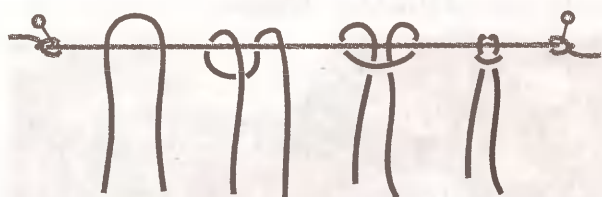

Рис. 10
**1-й способ** крепления нити (рис. 10). Сложите нить пополам, положите на основу петлей вверх, перегните петлю назад за основу и, протянув в нее 2 конца нити, затяните узел. Горизонтальная перекладина узла оказалась на лицевой стороне набора.